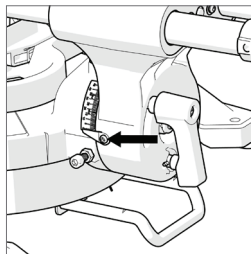

Fig. 15
- Desserrer la vis de l'indicateur d'angle d'inclinaison avec un tournevis cruciforme N° 2. (Fig. 15)